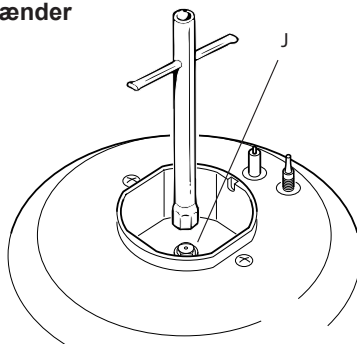

Fig. 5.2a
- Brug en svensknøgle til at udskifte dysen "J" (figs. 5.2a, 5.2b, 5.2c, 5.2d) med dyser, der passer til valgt gasform.